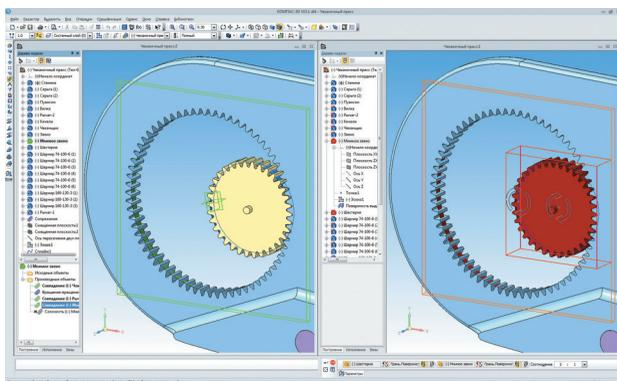

Рис. 3. Создание мнимой детали для достижения результата зубчатого зацепления
3. Между рычагом и мнимой деталью в сборке накладывается сопряжение *Соосность* их центральных осей, а также *Совпадение* взаимно перпендикулярных плоскостей (рис. 3).